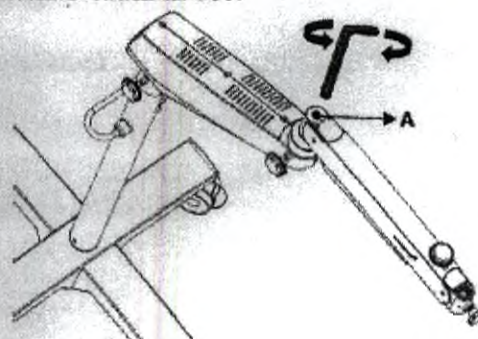

Рис. 32
1. Возьмите ключ 8 мм и вставьте в болт (А), смотрите рисунок 32. Вращайте по ходу часовой стрелки для увеличения натяжения. Вращайте против хода часовой стрелки для уменьшения натяжения по своему желанию.